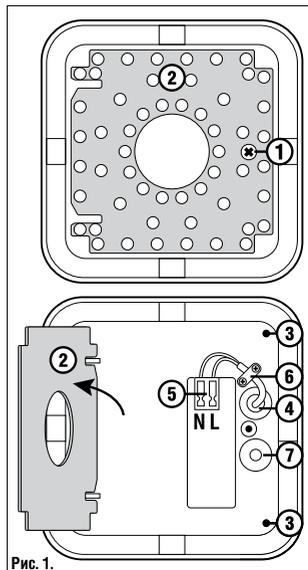

Рис. 1.
- Выкрутите винт ① и откройте крышку со светодиодным модулем ②, как показано на Рис. 1.